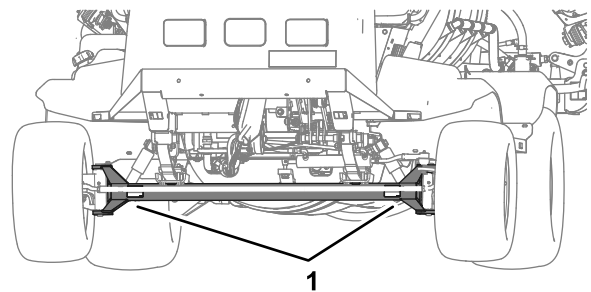
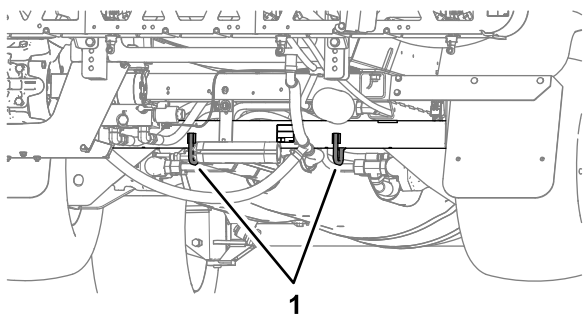

Figure 91
Figure 92
- Arrimez solidement la machine sur le véhicule de transport ; la Figure 91 et la Figure 92 montrent les points d'attache de la machine.